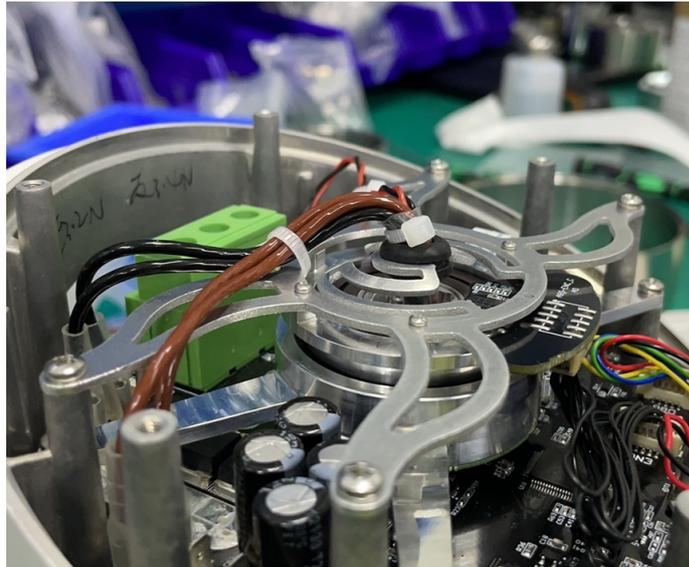

图 3-19: 接线和扎线
- 用尼龙扎带在护线环外的热缩管上扎好，防止线缆被拉动或脱出，连接线缆接头棕色对应正极，黑色对应 GND，并将 485 线插在指定位置，将多余长度的线绕在束线架上用扎带固定，使接头不会松动脱出，如图 3-19所示；